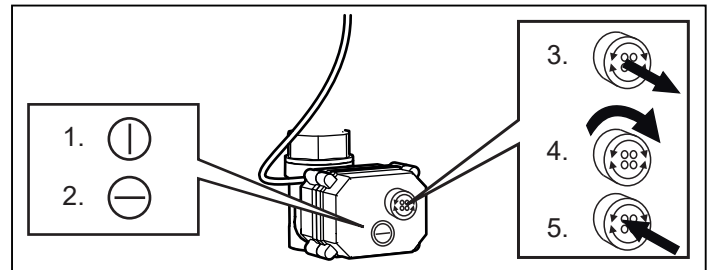

Fig 18: 1. Vertikalt streck visar öppen ventil
4. Dra ut vredet på kulventilen och snurra tills indikatorn visar öppet läge, se Fig. 18.